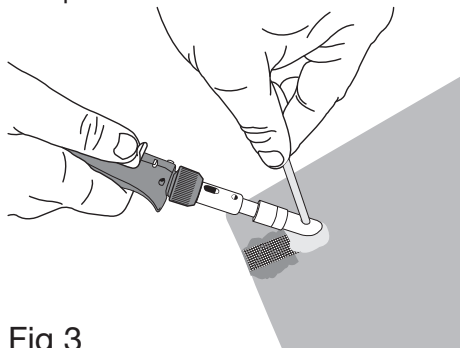

Fig 3
- Voir Fig. 3. Chauffer la zone adjacente à l'aide de la tête de soudage avant d'appliquer la baguette. Insérer la baguette à travers l'ouverture de la tête de soudage pour la faire fondre et l'appliquer à la zone à réparer.
- Une fois la réparation effectuée, la tête de soudage doit être nettoyée à l'aide de la brosse métallique (5) et de la tige de nettoyage (6) incluses.